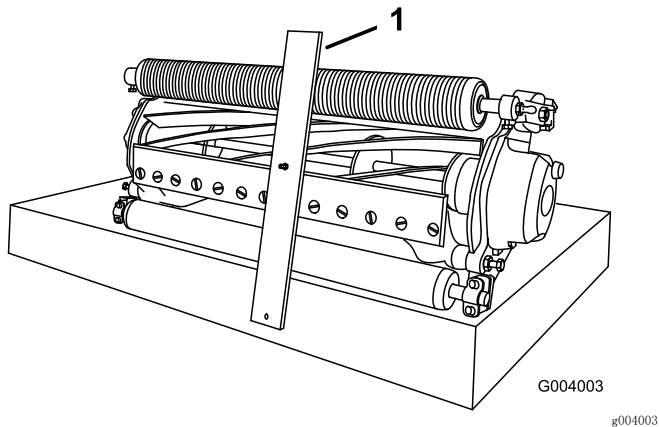

图19
2. 将剪草高度调刀尺的螺栓头钩在底刀刀刃的右侧，并将调刀尺的后端放到滚筒后部上（图19）。